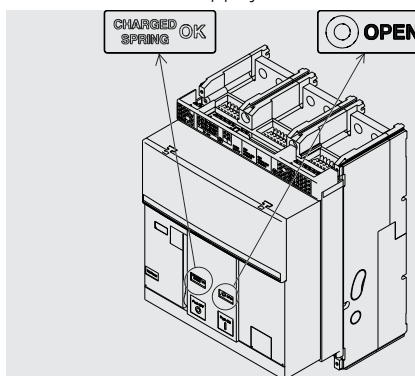

Figure 44
3. Contrôler que le disjoncteur soit ouvert (indicateur ouvert/fermé "O - OPEN"), et contrôler que les ressorts sont bandés (indicateur ressorts "jaune - CHARGED SPRING") comme indiqué dans la Figure 44.